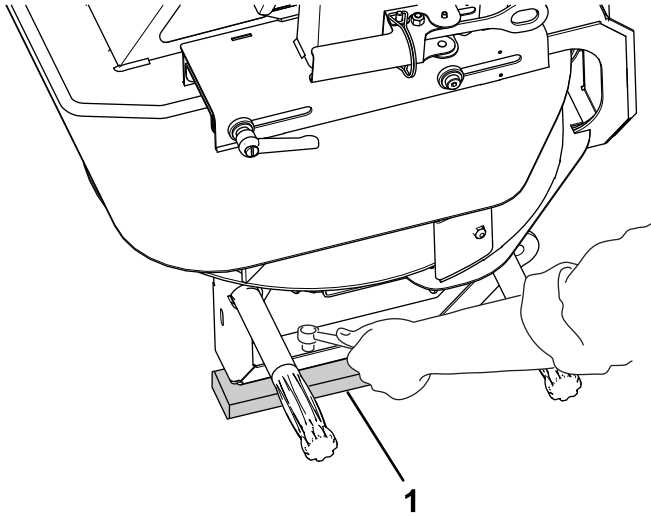

Figura 6
- Retire los 4 tornillos de las patas del doble rotor. Con la ayuda de otra persona, levante el doble rotor y retire los espárragos y la gomaespuma de transporte (Figura 6).